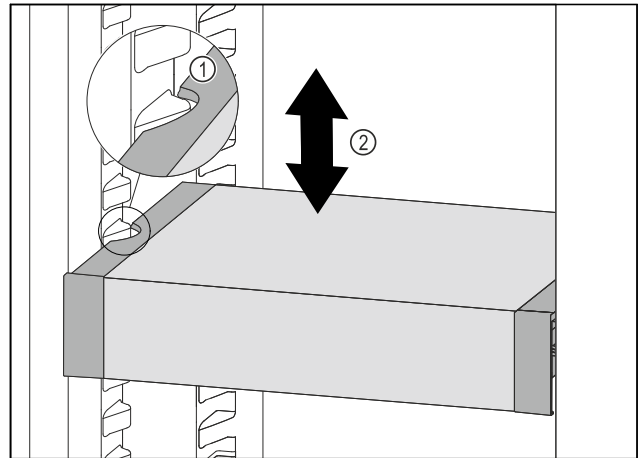

Fig. 204
- VarioSafe nach vorne ziehen, bis sich die seitlichen Aussparungen des VarioSafes auf Höhe der Behälterrippe im Kühlteil befinden. Fig. 204 (1)
- VarioSafe im Kühlteil nach oben oder unten bewegen, bis gewünschte Höhe erreicht ist. Fig. 204 (2)